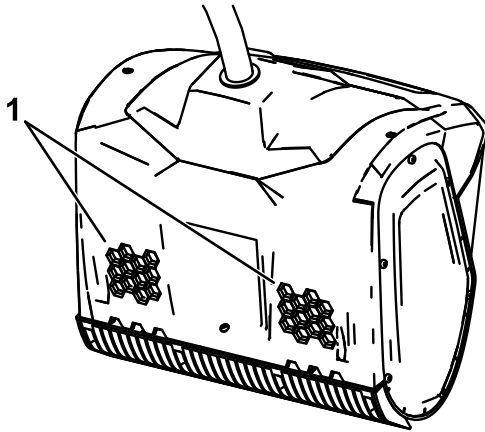

Figure 7
1. Vérifiez que les événements au dos de la machine sont exempts de neige ou de glace (Figure 7).